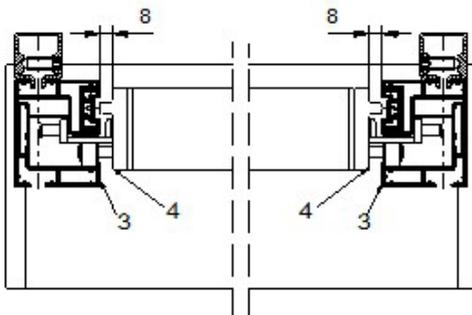

Abb. 24: Vorderansicht Führungsschienen
**Achten Sie beim Ausrichten darauf, dass Sie zwischen Führungsschiene (3 – Abb. 24) und Fallstange (4 – Abb. 24) rechts und links über die gesamte Ausfalllänge je einen Spalt von 8mm benötigen**